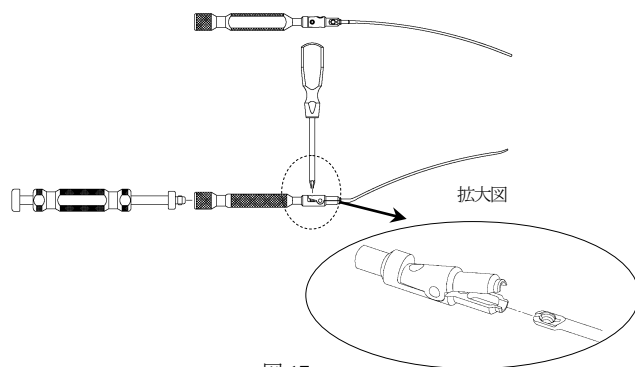

図 17
- 3) 選択した橈骨ロッキングロッドを橈骨ロッドインパクトに六角 2.5 ドライバー (ショート) 固定把持し、橈骨ロッドインパクトの後端にスライドハンマーを取り付けます。(図 17)